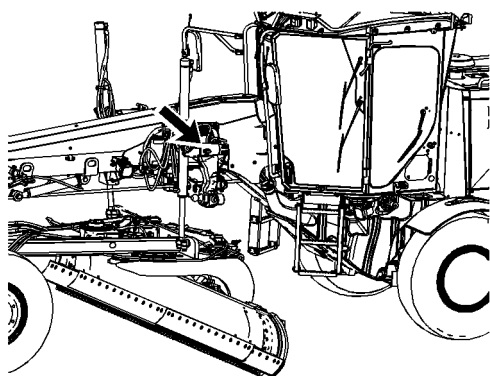

Ilustración 132
3. Enrolle dos cables de levantamiento alrededor del brazo de levantamiento de la máquina. Los brazos de levantamiento están ubicados cerca de los cilindros de levantamiento de la hoja. Hay un brazo en cada lado de la parte delantera de la máquina. Las áreas de levantamiento están identificadas con una etiqueta que muestra un gancho. Consulte la ilustración 132.